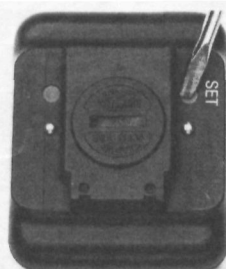

Fig. 13
- Knop „SET“ (aan de onderkant van de computer) indrukken (fig. 13).
- appuyez sur la touche taille de la roue «SET» (au dos de l'ordinateur), (fig. 13).
- Premere il pulsante «SET» (sul retro del computer) (fig. 13),